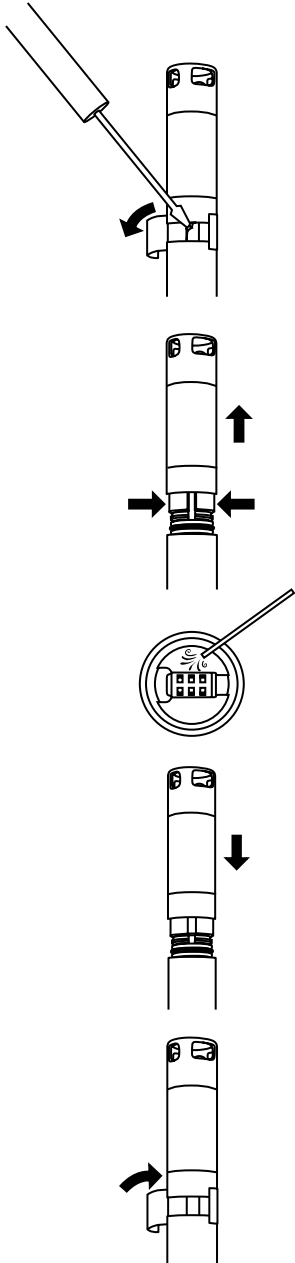

Figure 81 Remplacement des modules du capteur
1. Décollez et jetez l'étiquette qui couvre la jonction du corps du capteur et du module (Figure 81).